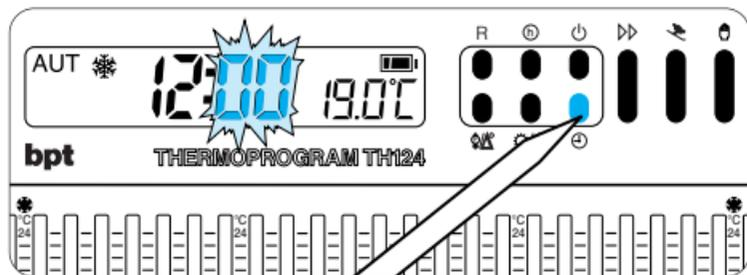

Fig. 15
5.1 - Premere il pulsante ⊕ (fig. 15).